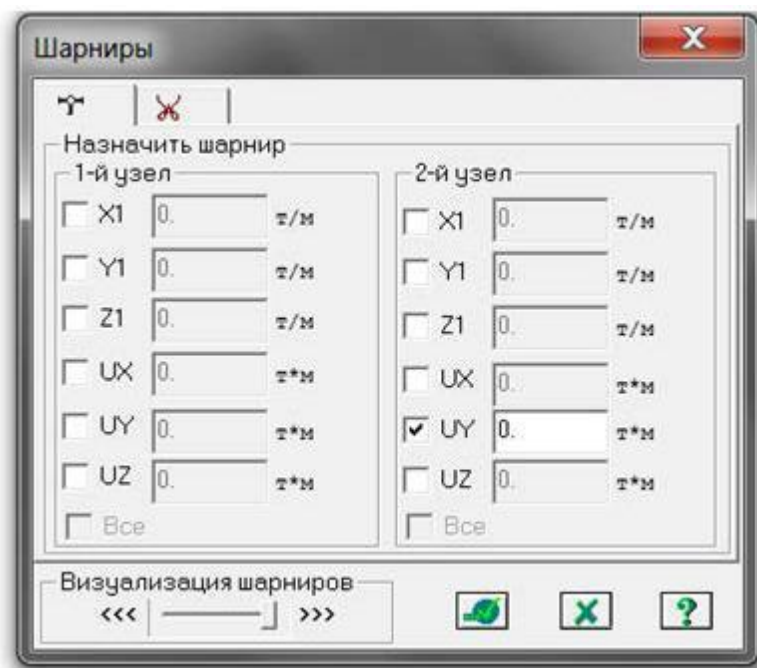

Рис. 2.21. Диалоговое окно Шарниры
• С помощью пункта меню Схема ☐ Связи (кнопка  на панели инструментов) вызовите диалоговое окно Связи в узлах (рис.2.21).